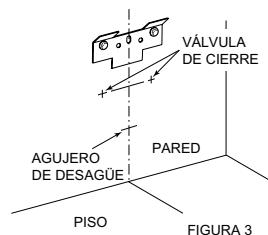

FIGURA 3
4. Coloque los tarugos de anclaje de expansión (no incluido) en los orificios que taladró. Coloque dos arandelas de 1 3/8 pulg. en cada uno de los pernos de 3 pulg. que vienen con el lavabo. Pase los pernos de soporte por los orificios de la parte posterior del lavabo y de la pared. Vea la Figura 3. Empuje los pernos hasta que se enganchen con los tarugos de anclaje de expansión. Ajuste los pernos hasta que sostengan el lavabo, dejando "juego" para el nivelado posterior.